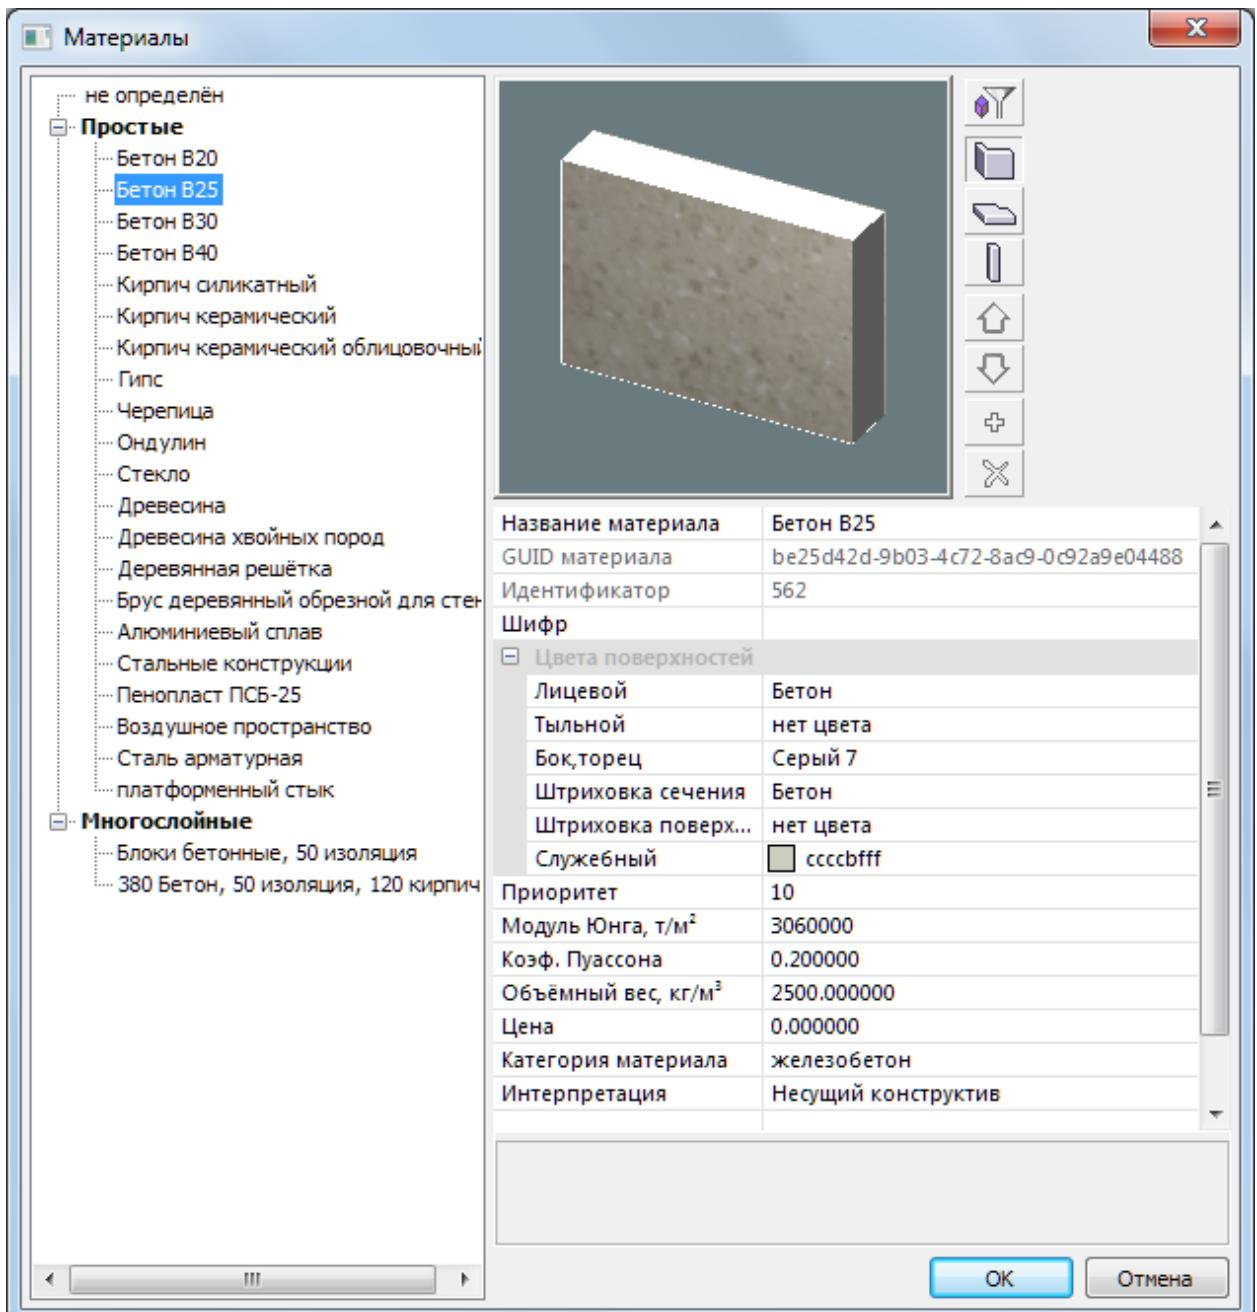

Рис.5.3. Диалоговое окно **Материалы**
- В диалоговом окне **Материалы** (рис.5.3) выберите из списка материал **Бетон Б25**